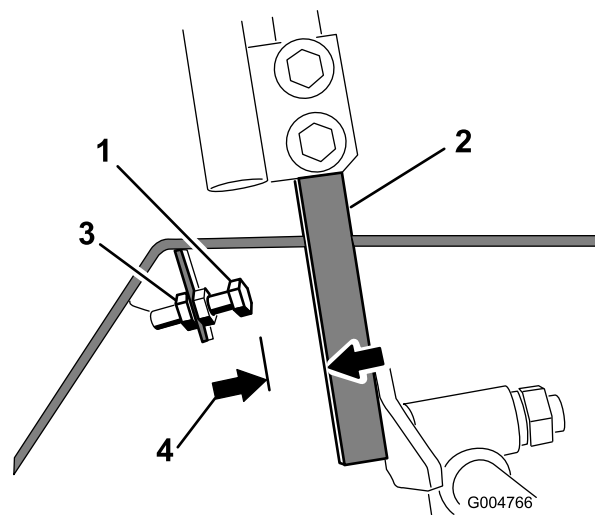

Figura 60
4. Afloje la contratuerca del perno de tope de una de las palancas de control (Figura 60).